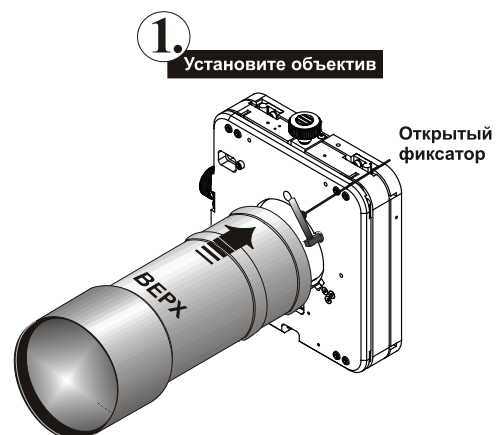

Рис. 2-11 Откройте фиксатор и вставьте объектив
2. Поверните фиксатор объектива в ОТКРЫТОЕ положение. См. **Рис. 2-11**.